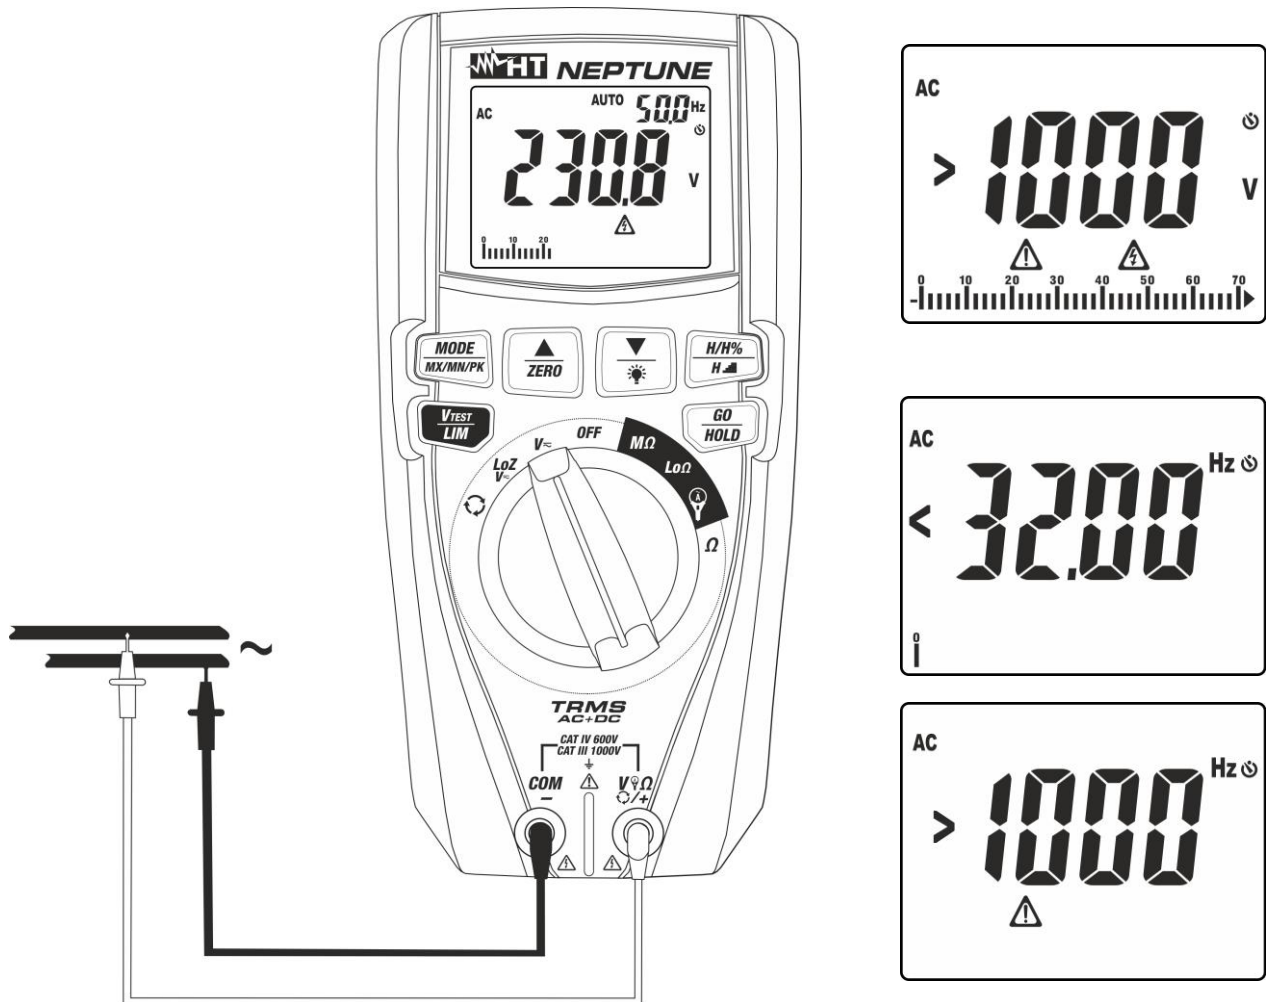

Fig. 7: Utilisation de l'instrument pour la mesure de la Tension CA
4. Positionner l'embout rouge et l'embout noir dans les points du circuit sous test (voir la Fig. 7). La valeur de la tension apparaît à l'écran. La valeur de la fréquence de la tension est affichée en haut à droite de l'écran. Cliquer sur la touche **MODE/MX/MN/PK** pour afficher la valeur de la fréquence avec une plus grande résolution.
5. Si le message «>1000V» est affiché à l'écran (voir Fig. 7), cela indique que le fond d'échelle de l'instrument a été atteint.
6. Si les messages «<32Hz» ou «>1000Hz» sont affichés (voir Fig. 7), la valeur de la fréquence se trouve en dehors de l'intervalle de mesure **32Hz - 1000Hz**.